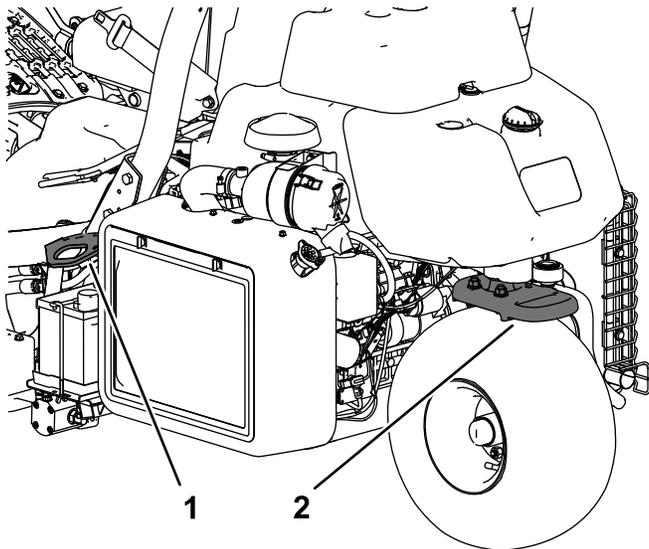

图 26
- 用箍带、链条、缆绳或绳索将机器固定牢靠。前后箍带都应从机器的下方向外伸出（图 26）。